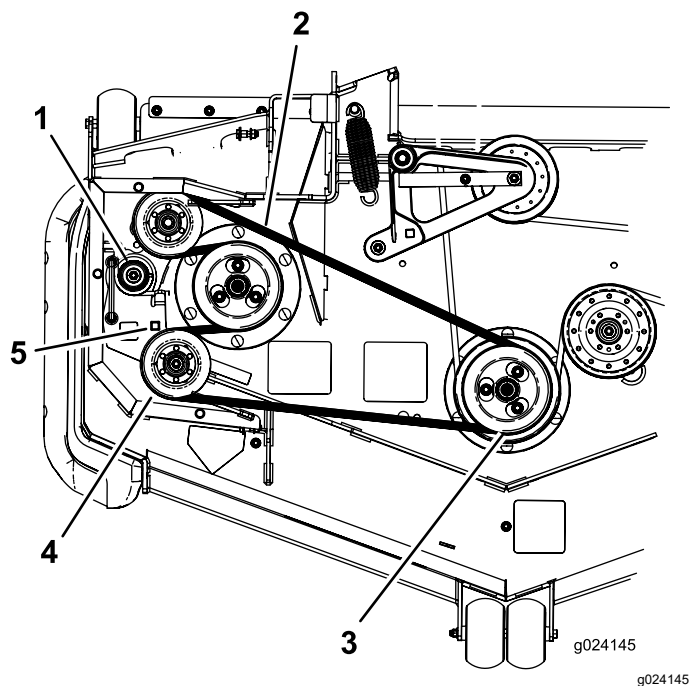

Figure 100
7. Insérez un rochet dans le trou carré du bras de la poulie de tension pour détendre le ressort de la poulie de tension (Figure 100).
8. Enlevez la courroie de la poulie du tablier de coupe (Figure 100).
9. Enlevez la courroie des poulies restantes (Figure 100).
11. Insérez le rochet dans le trou carré, détendez le ressort et guidez la courroie neuve autour de la poulie de tension (Figure 100).